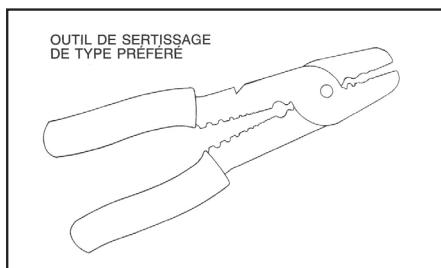

fig. 5
- E) Posez les bornes neuves sur les câbles si les bornes d'origine ont été coupées. La grosse borne est la borne positive; la petite borne est la borne négative. Faites très attention de les poser correctement; si vous les inversez, la pompe va fonctionner dans le mauvais sens et ne pompera pas. Dénudez les câbles sur environ 6 mm (1/4 po) pour y poser les bornes. De préférence au moyen de l'outil de sertissage illustré (Voir fig. 5), sertissez les bornes sur les câbles. Assurez-vous qu'elles sont solidement fixées et ne risquent pas de se détacher.